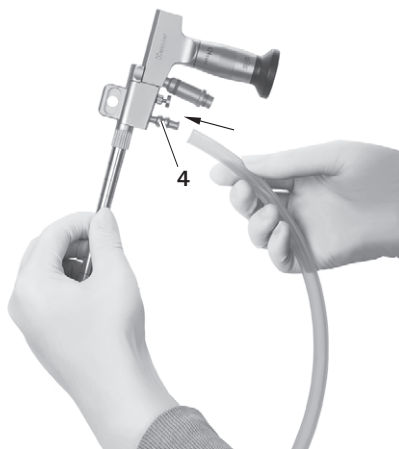

Fig. 20
- ▶ Anslut spolningsslangen spolningsanslutningen **4**, se Fig. 20.